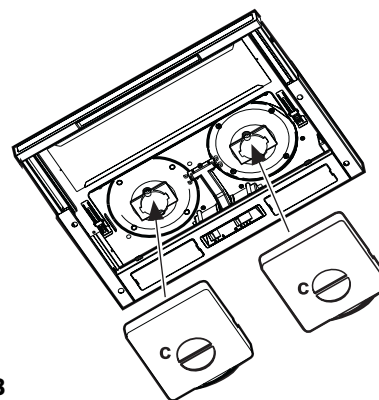

Fig. 3
5. Dersom ikke ventilatoren står helt på linje med den nedre kanten på kjøkkenskapet, reguleres posisjonen ved å løsne på skruene **P** på brakettene **E** som er montert til ventilatoren (**Fig. 3**). Det er nå mulig med en perfekt regulering av ventilatorens posisjon i forhold til kjøkkenskapet. Stram deretter til skruene igjen.
3. Dersom kullfiltrene allerede er montert (ett eller to filtre, avhengig av modellen, din, som dekker ristene foran viftemotoren) og skal skiftes, dreies håndtaket i midten (**Fig. 3 - c**) mot urviseren til filtrene frigis.
4. Dersom ikke kullfiltrene er montert, plasseres de slik at de dekker ristene over viftemotoren (to rister - to kullfilter, en rist - ett kullfilter). Drei deretter håndtaket i midten av filtrene (**Fig. 3 - c**) med urviseren.